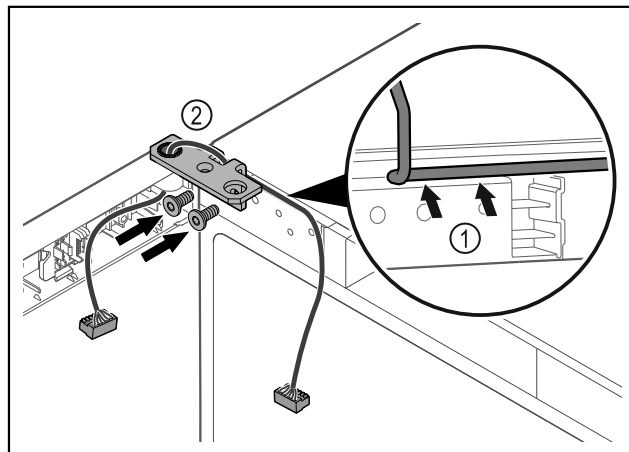

Fig. 32
- Vezesse át a kábelt a csuklópánton lévő nyíláson, majd óvatosan fektesse le *Fig. 32 (1)*.
- Csavarozza fel a csuklópántot *Fig. 32 (2)*.